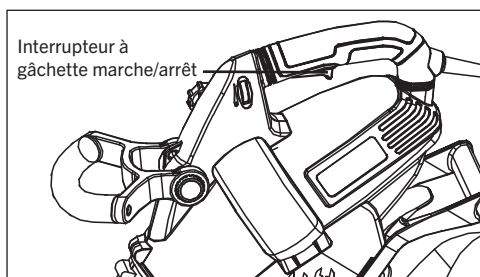

FIG. 13
2. Pour démarrer l'appareil, appuyez sur l'interrupteur marche/arrêt (Fig. 13).
3. Pour arrêter l'outil, relâchez l'interrupteur marche/arrêt (Fig. 13).